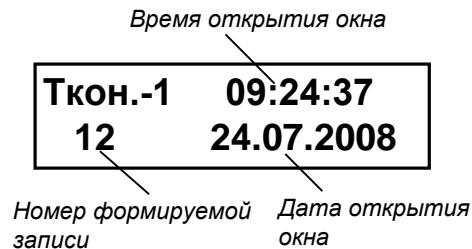

Рис.4. Окно индикации «Ткон.-1» буферного накопителя.
- 4.4.3. Для просмотра содержимого буферного накопителя необходимо при отображении окна индикации **Время (текущ.)** (рис.3) нажать кнопку . После чего начинается отображение окна **Ткон.-1** (рис.4).